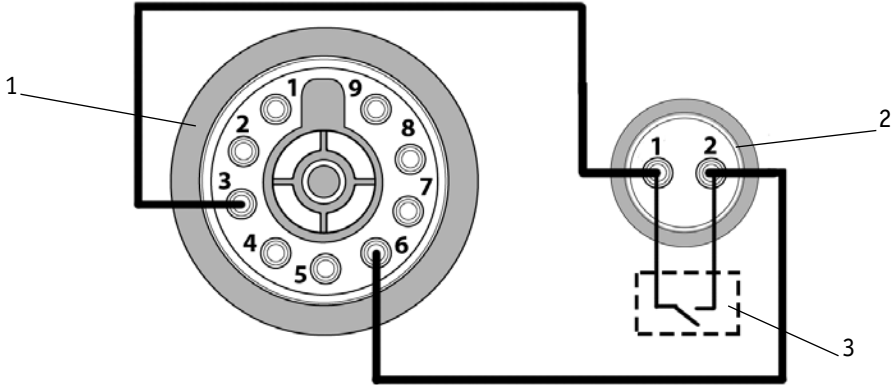

Рис. 8.14. Подключение разъёма.
4. Разъём 2-pin (См. рис. 8.14).